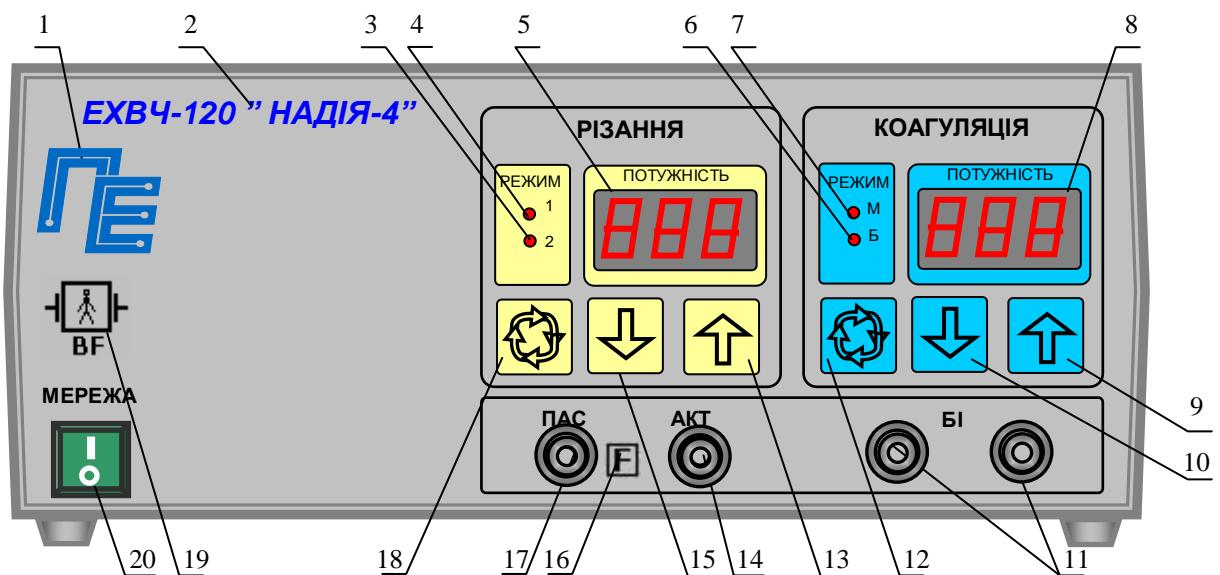
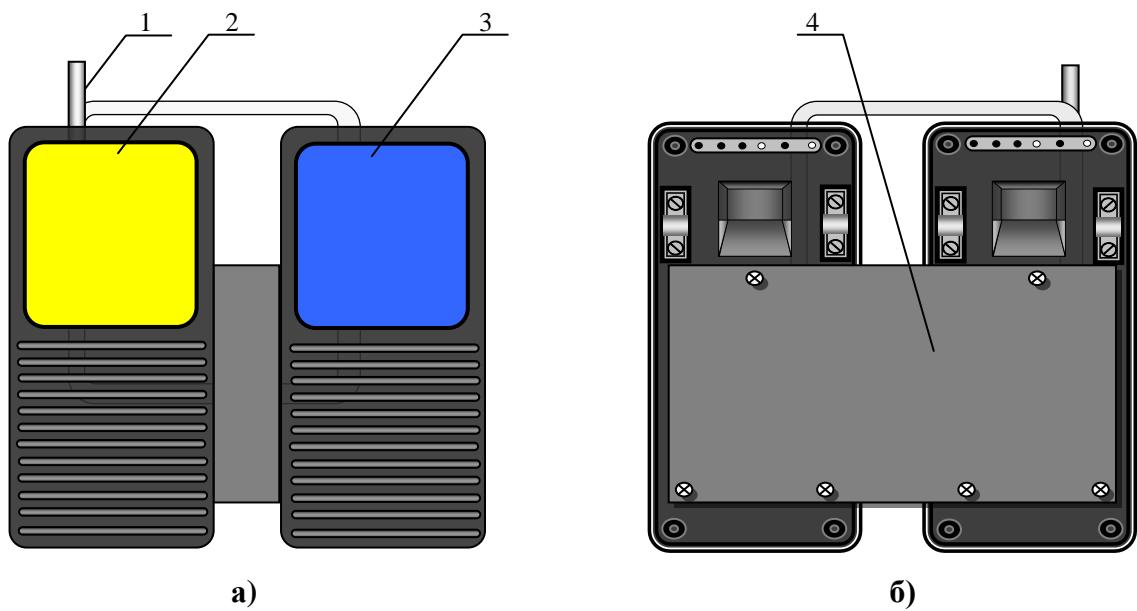

Рис.1. Передня панель електронного блоку.
Рис. 3. Ножна педаль
Конструктивно апарат виконаний у вигляді двох окремих блоків - електронного блоку (рис. 1,2) і ножної педалі (рис. 3).
На передній панелі електронного блоку розташовані наступні органи управління і індикації (рис.1):
Конструкція ножкої педалі (рис.3) є підлоговою конструкцією, на якій розташовано дві рухомі платформи: ліва (2) - для включення виду роботи РІЗАННЯ, права (3) - КОАГУЛЯЦІЯ.
- включити апарат, для чого встановити вимикач “МЕРЕЖА” в положення “|”. При цьому висвітлюються індикатори: “МЕРЕЖА”, вибраних режимів роботи. На індикаторах (5,8 рис.1) висвітлюються цифри встановленого рівня вихідної потужності;
- перевірити переключення режимів роботи, для чого послідовно натискаючи кнопки (12, 18 рис.1), переконатися, що апарат послідовно перемикає режими 1, 2 для РІЗАННЯ і режимів М, Б для КОАГУЛЯЦІЯ по послідовному загорянню відповідних індикаторів (3, 4, 6, 7 рис.1);
- перевірити регулювання рівня вихідної потужності, для чого, натиснувши кнопки управління (9, 13 рис. 1), переконатися, що відбувається збільшення показань індикатора рівня вихідної потужності, а натиснувши кнопки управління (10, 15 рис.1), переконатися, що відбувається зменшення показань індикатора рівня вихідної потужності. Перевірку провести як для виду робіт РІЗАННЯ так і для виду робіт КОАГУЛЯЦІЯ. Слід пам'ятати, що встановлені рівні вихідної потужності запам'ятовуються для кожного виду і режиму роботи. Види роботи включаються тільки по черзі.